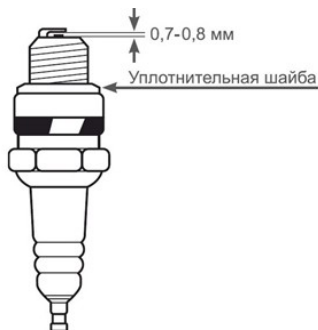

Рис. 20 Обслуживание свечи зажигания
4. Измерьте зазор между электродами свечи зажигания специальным щупом. Зазор должен быть 0,7-0,8 мм (Рис. 20). При увеличении или уменьшении требуемого зазора, рекомендуется заменить свечу, так как регулировка зазора может привести к изменению качества искрообразования.